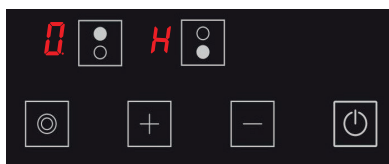

Figure 13
**3.** Si une plaque de cuisson est toujours chaude après 20 secondes, le symbole **H** s'affiche jusqu'à ce que la température de la plaque de cuisson pertinente devienne inférieure à +60 °C. (voir Fig. 13) Aucune icône ne s'affiche après l'extinction de la cuisinière si la plaque de cuisson pertinente n'est pas chaude.